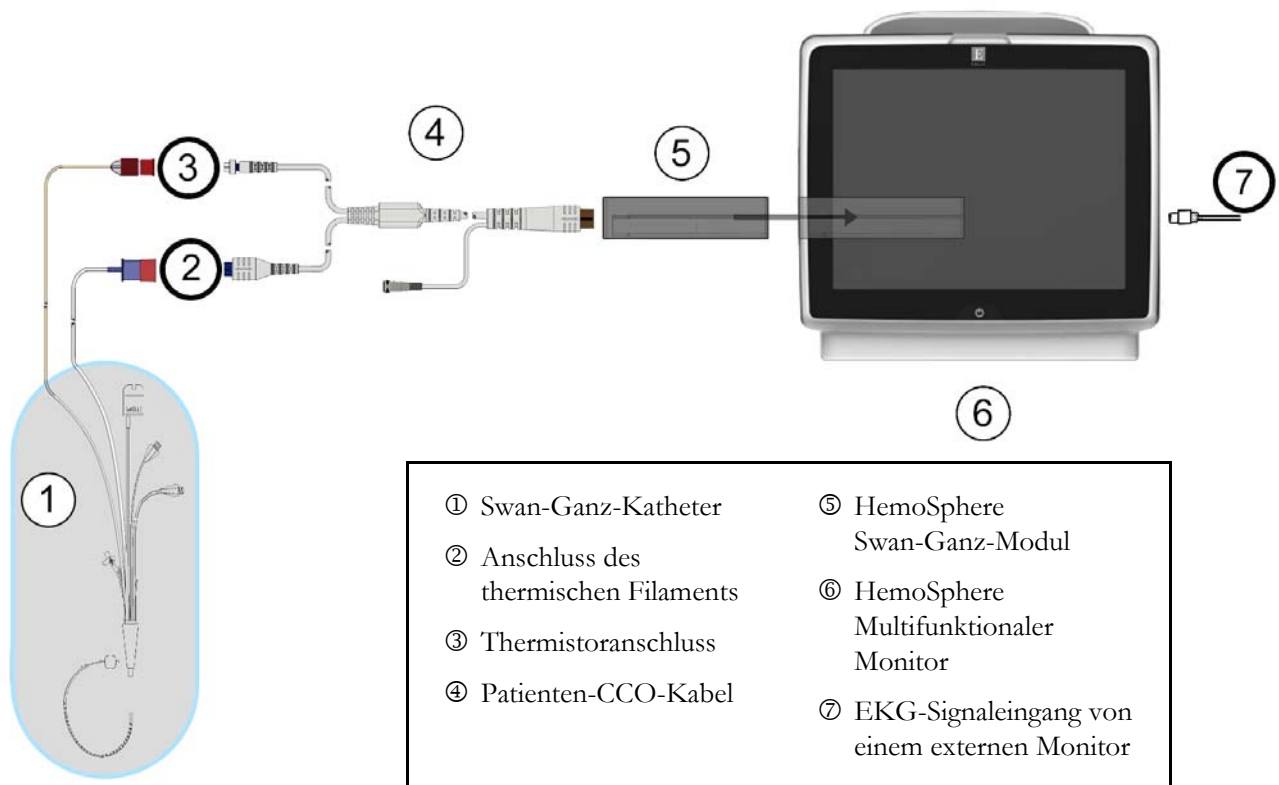

Abbildung 9-8 Übersicht der Anschlüsse für die EDV/RVEF-Überwachung
- 2 Schließen Sie das Katheterende des Patienten-CCO-Kabels an den Thermistoranschluss und die Anschlüsse des thermischen Filaments des Swan-Ganz CCOMbo V-Katheters an. Diese Anschlüsse sind in mit ② und ③ gekennzeichnet Abbildung 9-8.